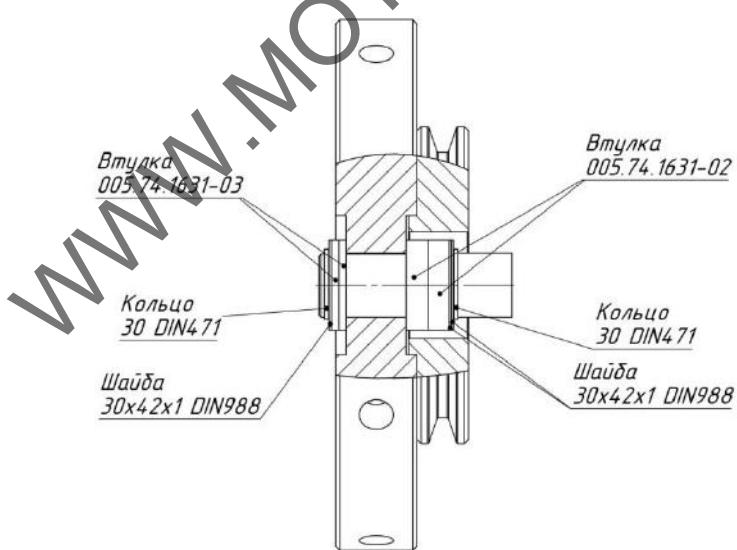
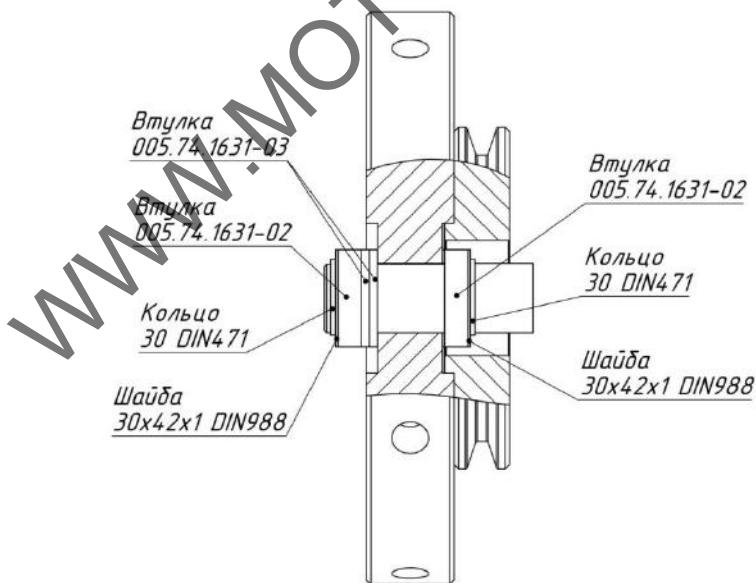
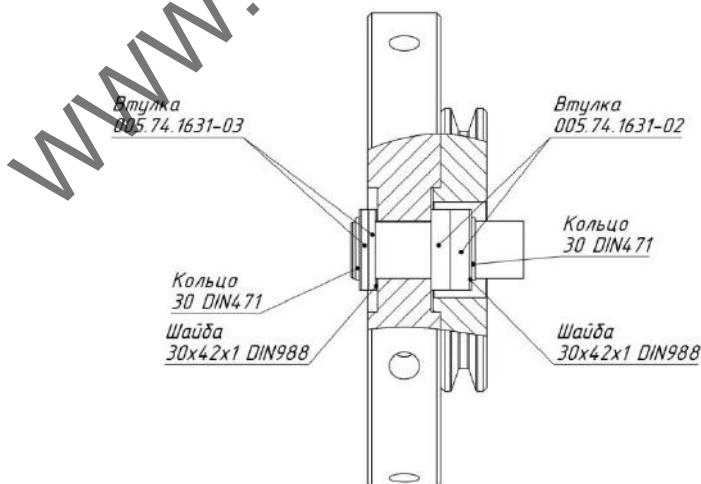

РИС.3
РИС.4.
Рис. 9.
- 7) В зависимости от модели мотоблока установите шкив дровокола согласно рис.3, рис.4, рис.8, рис.9, подобрав ремень из комплектации.